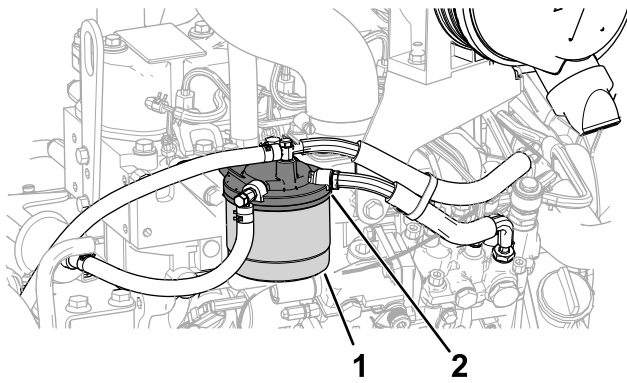

Bild 58
- Reinigen Sie den Bereich um den Kraftstofffilterkopf (Bild 58).
2. Entfernen Sie den Filter und reinigen die Kontaktfläche (Bild 58).